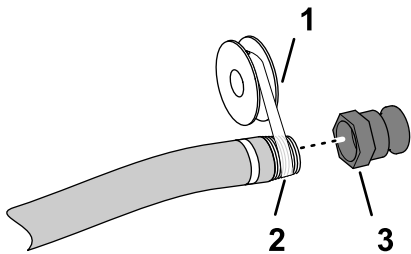

Bild 5
5. Tragen Sie PTFE-Gewindedichtungsmittel auf das Gewinde des Füllschlauch-Anschlussstücks auf (1") (**Bild 5**).
6. Schrauben Sie die Schnelltrennkupplung auf den Füllschlauch und ziehen sie mit der Hand fest (Bild 5).